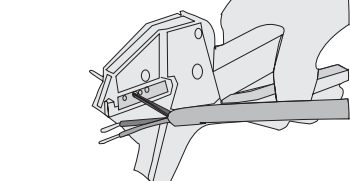

Fig. 15.3 Anschlussadern ancrimpen
1. Anschlussadern in die Anschlussöffnung der Steckbuchsen (11) stecken.
2. Alle Anschlussadern mit der Crimpzange (Zubehör) ancrimpen (Fig. 15.3). oder Anschlussadern mit Steckbuchsen verlöten und Schrumpfschlauch über jede Lötstelle ziehen.